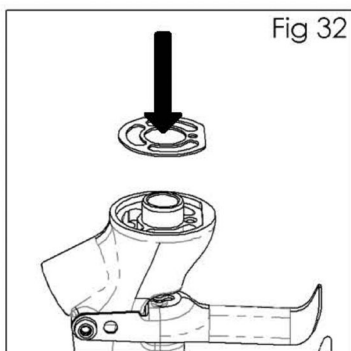

Fig 32
8. Placez un nouveau joint (10) sur l'avant du pistolet en veillant à ce que le méplat du joint soit aligné sur celui du pistolet. (Voir fig. 32).